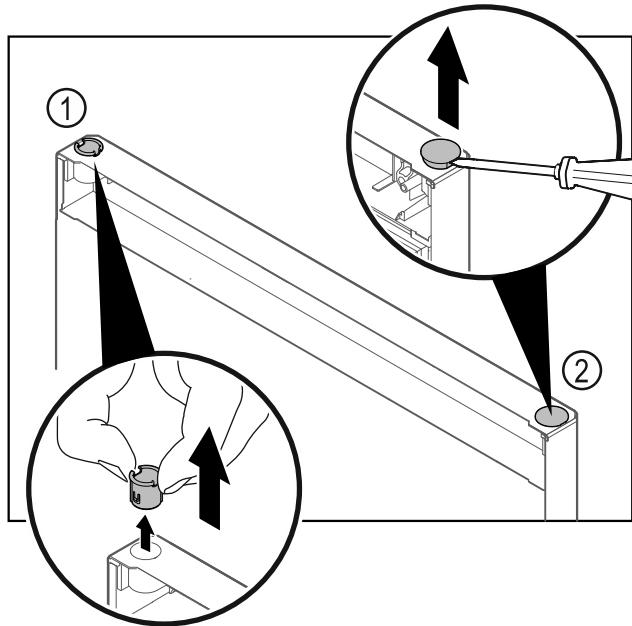

Fig. 39 Дверь морозильного отделения
- Пальцами вытяните шарнирную втулку Fig. 39 (1).
- Шлицевой отверткой осторожно подцепите и извлеките заглушку Fig. 39 (2).